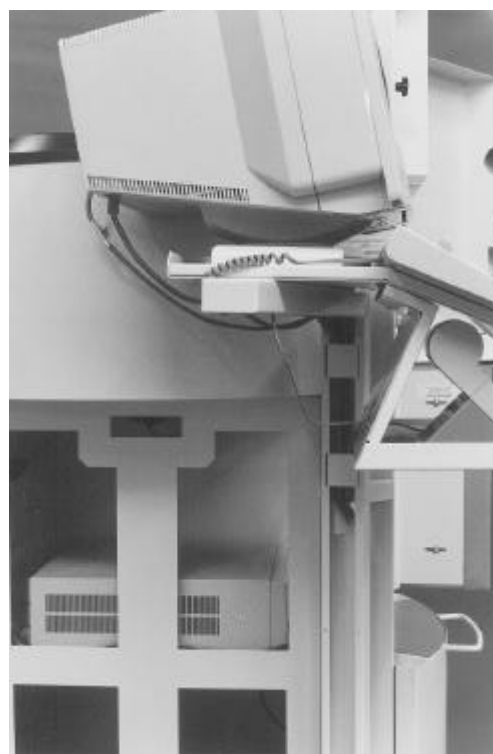

figura 9
- Introduzca los cables del monitor y del teclado (y cuando corresponda, los cables del ratón y de la impresora de etiquetas) a través del soporte del monitor (¡en el sentido correcto!) (consulte figura 9)